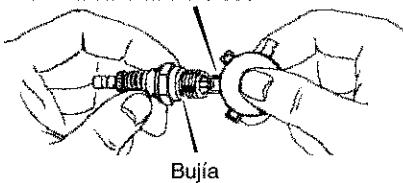

Figura 13
2. Revise el entrehierro de la bujía usando una lámina calibradora y ajustando el entrehierro a 0,30" si es necesario. Vea la Figura 13.